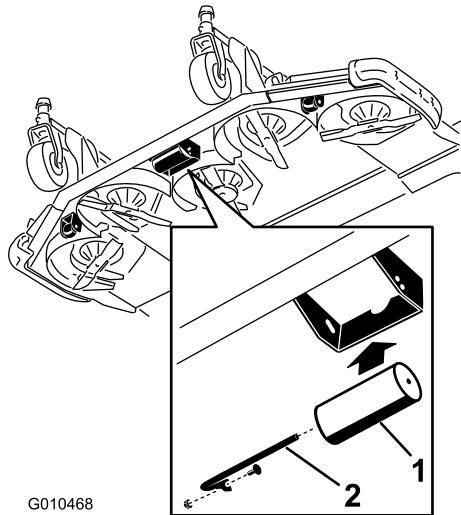

図 32
2. ブラケットの下穴からシャフトを抜き出し、ローラを上穴に合わせてシャフトを取り付ける（図 32）。